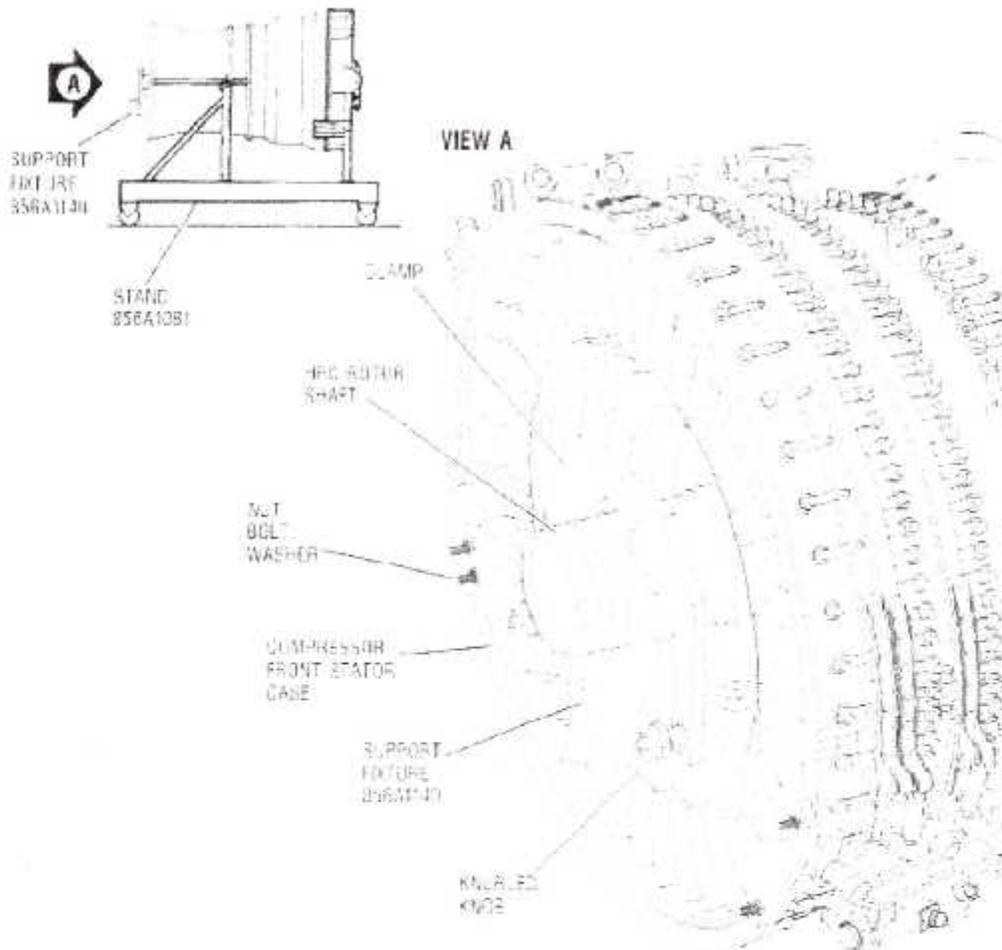

Fig. III. 64 : Installation du banc, 856A1140G06 sur l'Avant du l'Arbre du Rotor HPT.
17. On installe le banc, 856A1140G06 sur l'avant de l'arbre rotor HPC, (fig. III.64) Comme suit :